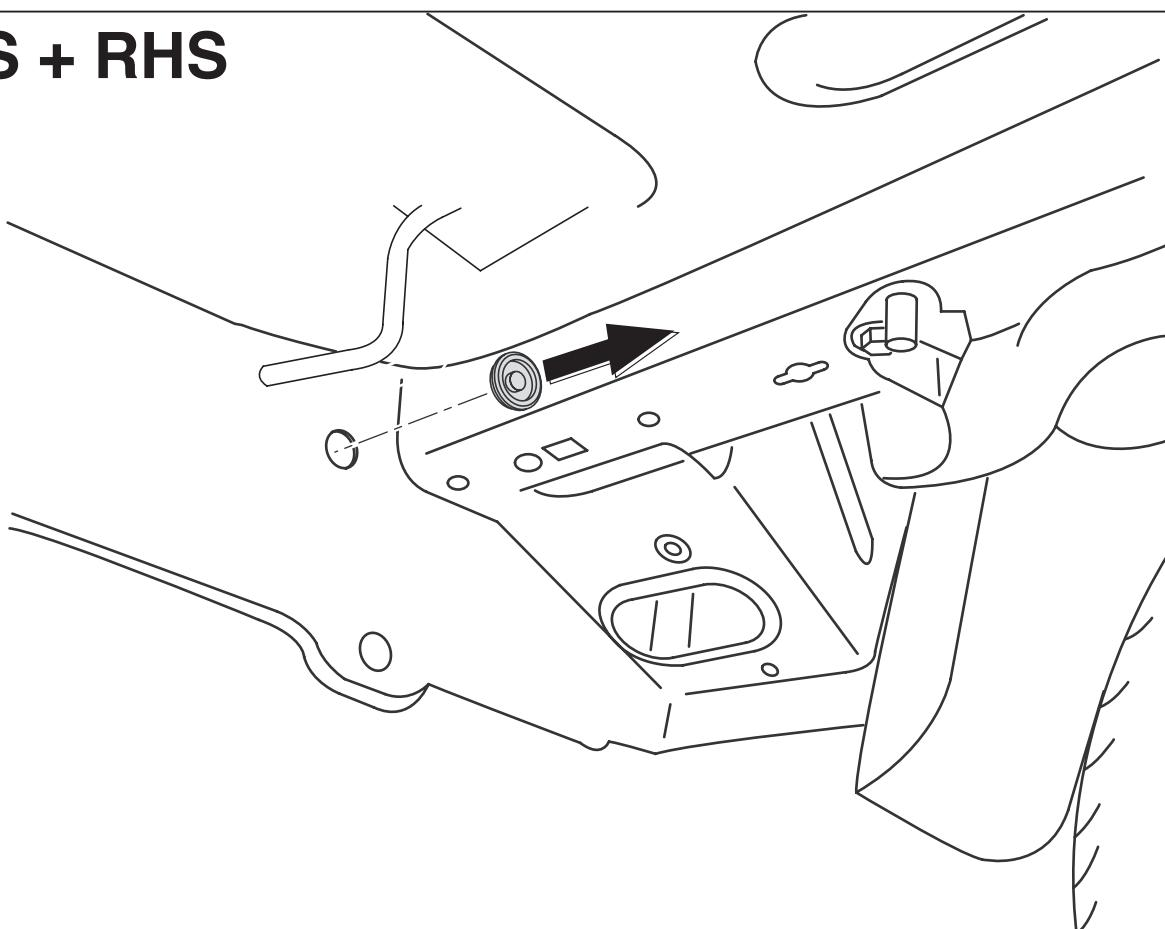

Fig.1
2. Enlever les bouchoirs en caoutchouc à l'emplacement des points indiqués (voir la fig. 1).
2. Avlägsna gummikåporna vid de markerade punkterna (se fig. 1).
2. Fjern gummikapslerne ved de markerede punkter (jævnfør fig. 1).
4. Rimuovere i tappi in gomma dai punti indicati (vedi fig. 1).
- W oznaczonych miejscach usunąć gumowe nakładki (patrz rys. 1).